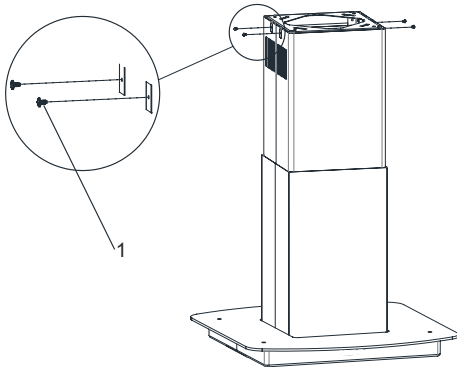

Fig. 10
- Løft nu den indvendige skorsten op mod loftflancen og skru den fast via 4 stk 3,5 x 9,5 (sort til sorte emhætter og nikkel til hvide og stål emhætter) skruer for at fastmontere (Fig. 10).